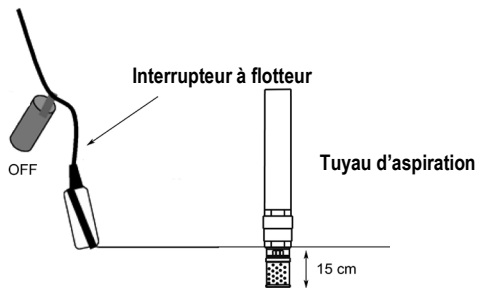

Figure 06
1. Positionner le flotteur comme l'indique la figure 06.